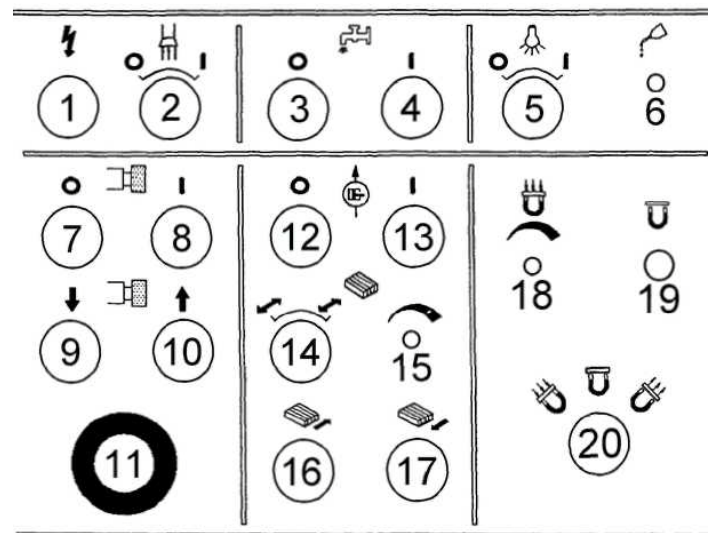

Рис. 6
4. Включите гидравлический цилиндр, нажав на кнопку #13 (Рис. 6).
1. Поверните выключатель #14 для работы в ручном режиме (Рис. 6).
2. Нажмите на кнопку перемещения стола вперед #17 (Рис. 6). Стол будет перемещаться, пока Вы не отпустите кнопку.
3. Нажмите кнопку перемещения стола назад #16 (Рис. 6). Стол будет перемещаться, пока Вы не отпустите кнопку.
1. При нажатии кнопки #10 (Рис. 6) шлифовальный стол перемещается вверх.
2. При нажатии кнопки #9 (Рис. 6) шлифовальный стол опускается вниз. Если стол включен, кнопка не работает.